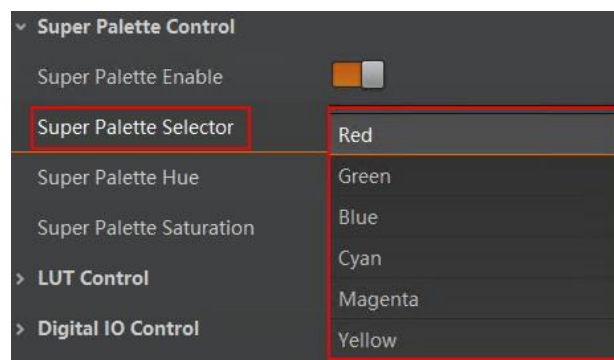

图7-47 颜色区域选择
2. 根据实际需求在 *Super Palette Control* 中选择需要调节的颜色区域，如图 7-47 所示。